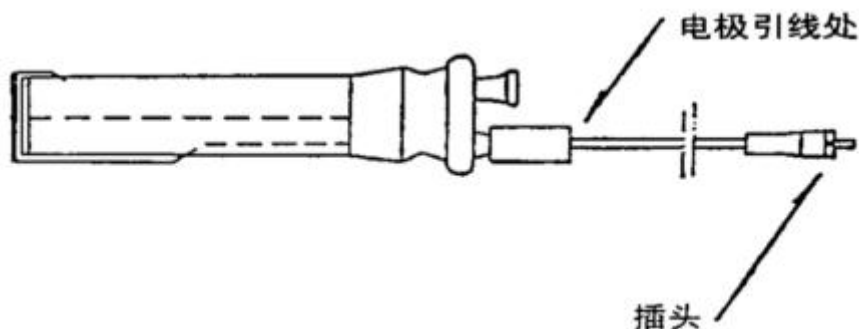

图 2
- 1) 在使用前，把滴定池所有的玻璃口打开，滴定池、干燥管、密封塞可用水清洗。清洗后放在大约 80℃ 的烘箱内烘干，然后自然冷却。注意阴极室、测量电极不能用水清洗，可用丙酮、甲醇等有机溶剂进行清洗，清洗后用吹风机吹干。清洗时应注意，不要清洗到电极引线处（见图 2），否则在测定试样过程中会造成测量误差。